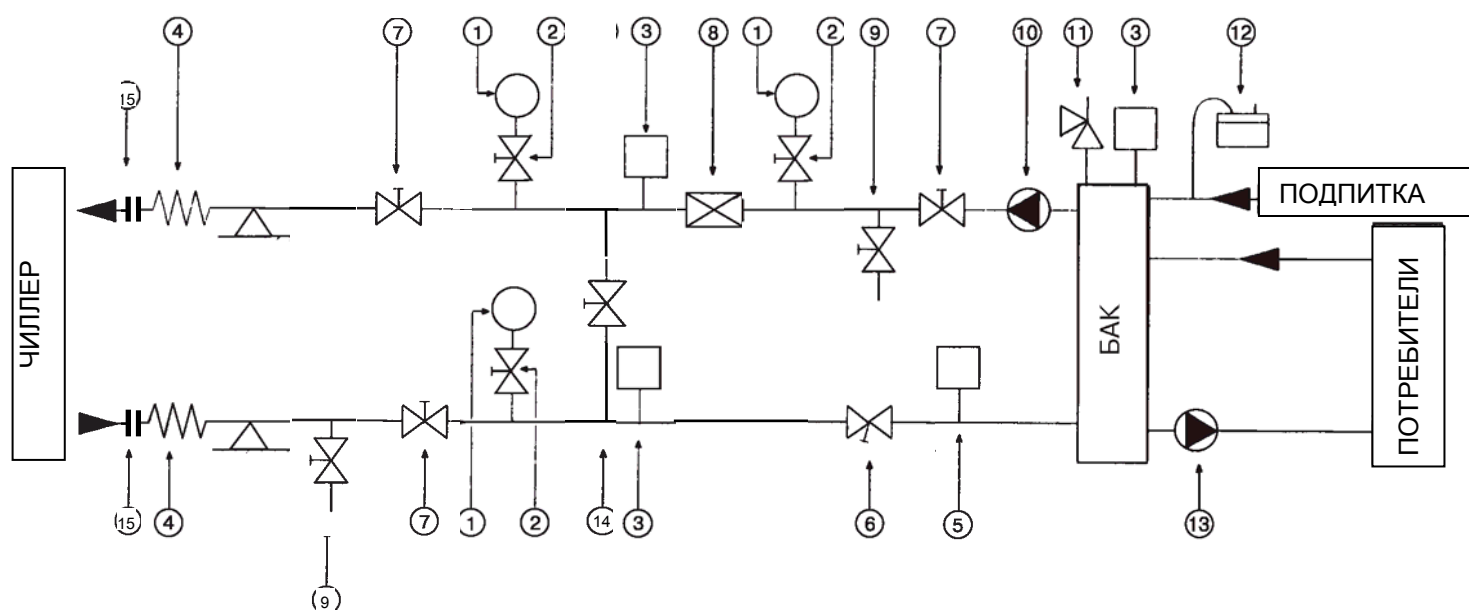

Рис. 1
- все остальное оборудование, указанное на рис. 1.